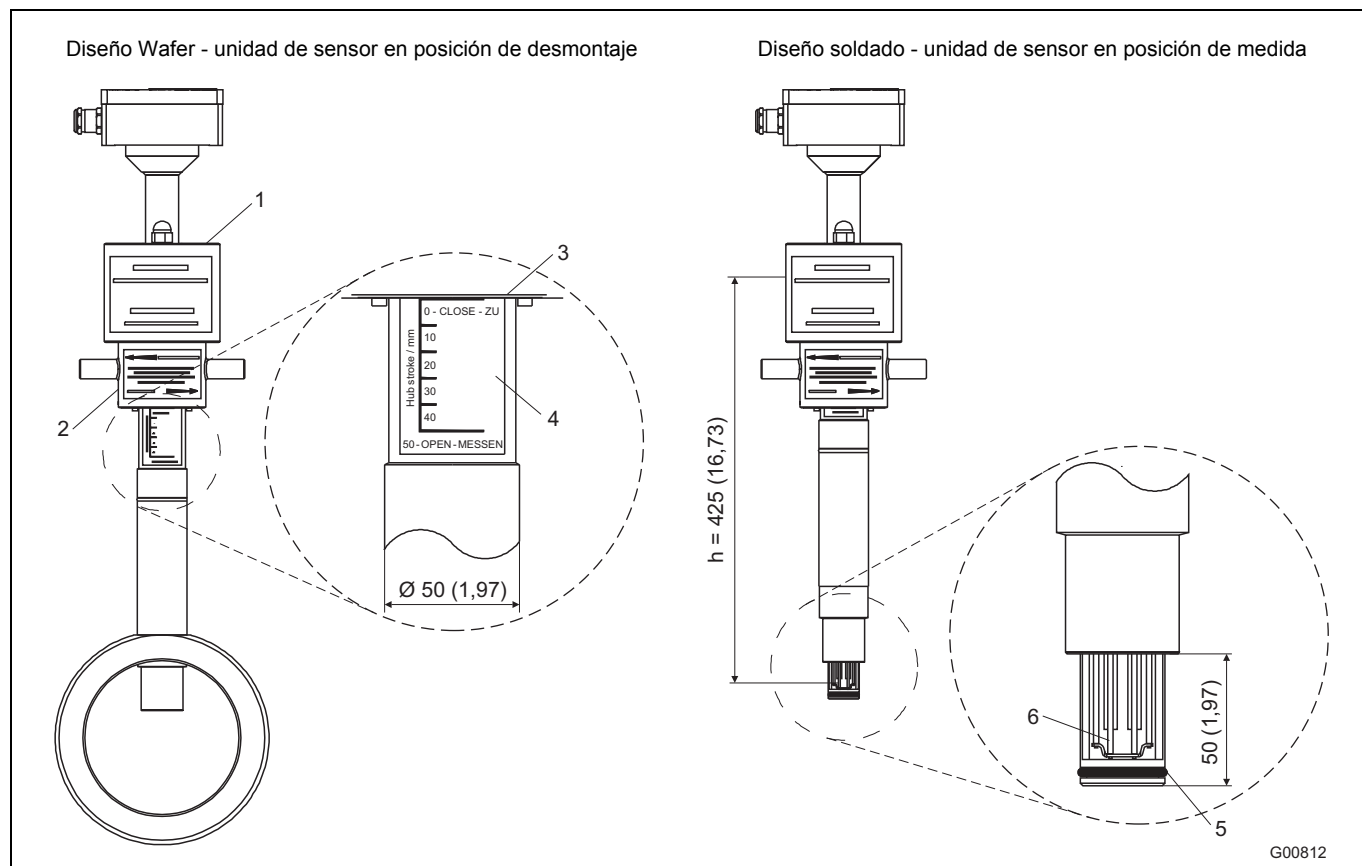
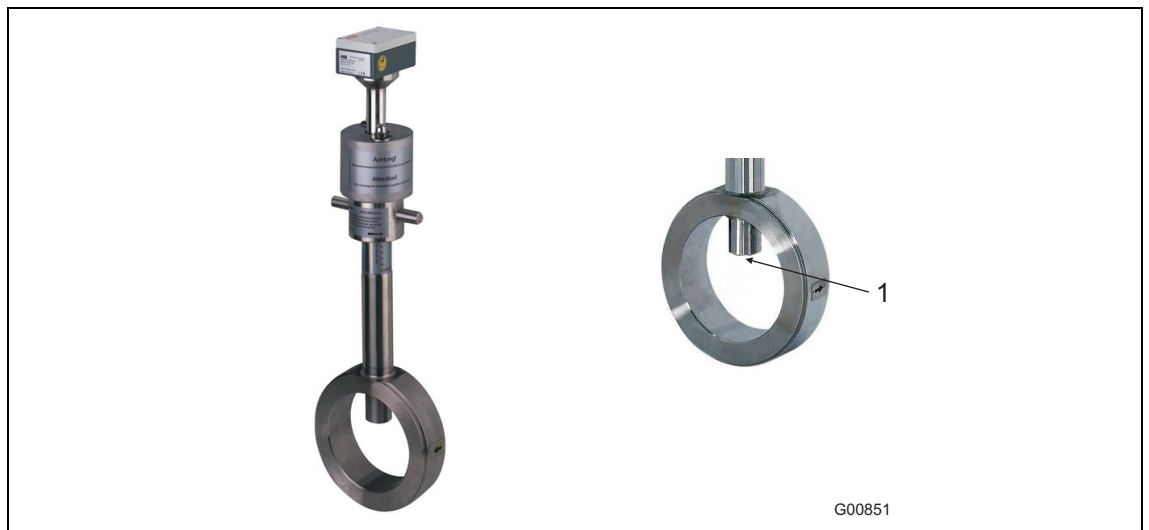
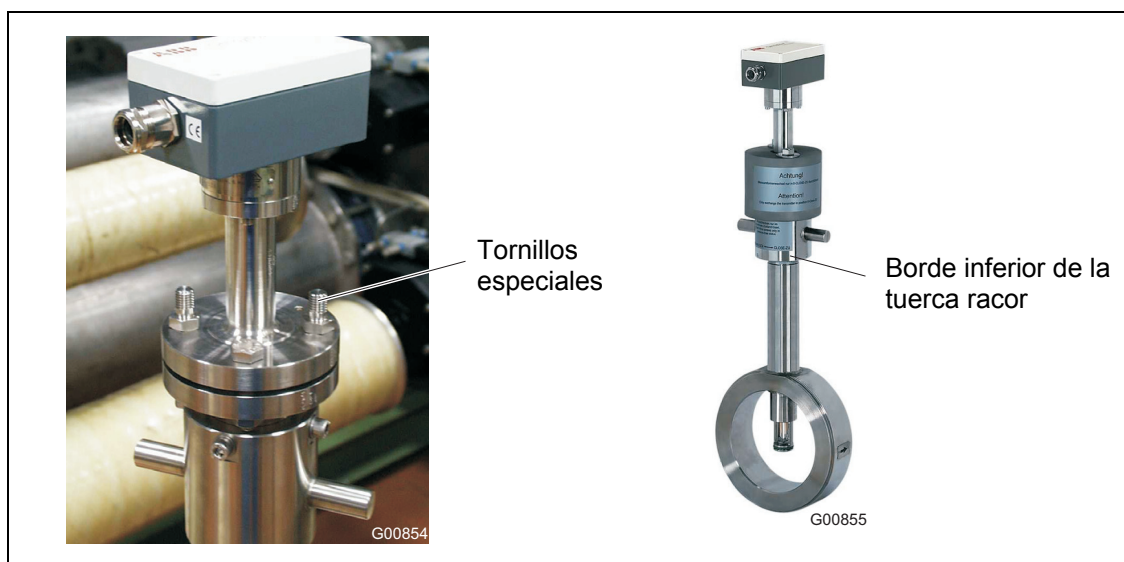

Fig. 6: Medidas en mm (inch)
Fig. 8: Dispositivo de cambio en la posición de desmontaje
Fig. 11: Tornillos especiales para las tapas protectoras
- 1 La longitud del adaptador soldado debe ser igual a L después de haber sido soldado (véase la Fig. 7 y la Fig. 8)
El dispositivo de cambio se ha diseñado para cargas d presión de un máx. de 16 bar abs. Para asegurar que los componentes de las tuberías estándar del tipo 1 se puedan intercambiar entre sí, se ha diseñado el modelo Wafer (Fig. 8) para las bridas DIN DN 50 y DN 80 a un nivel de presión de PN 40. En la versión DN 65 en el nivel de presión PN 16 hay que usar bridas de conexión con 4 agujeros roscados. Las versiones en pulgadas 2 ... 8" se han diseñado para la brida de conexión ASME B16.5 Cl.150. Véase la Fig. 6 para la longitud adecuada del sensor.
La Fig. 8 (imagen izquierda) muestra la versión Wafer instalada del dispositivo de cambio en la posición de desmontaje. El tubo guía se encuentra en la posición final superior y cierra con ello la apertura del Sensyflow (imagen derecha).
- El dispositivo de cambio se tiene que encontrar en la posición de desmontaje (Fig. 8), la abertura del Sensyflow está sellada.
- Inserte y atornille el transmisor en el dispositivo de cambio (2 tornillos M12 y 2 tornillos especiales alargados, que se instalan uno enfrente del otro (Fig. 11).
- Instale las tapas protectoras y fíjelas con las tuercas a los tornillos especiales (Fig. 11).
- Gire el transmisor con la tuerca racor hasta alcanzar la posición de medida (Fig. 11). El canto inferior de la tuerca racor indica la posición del elemento de medición. Sólo cuando se alcanza la posición de medida 50 - OPEN - MESSEN (tope inferior de la tuerca racor) está garantizado que los elementos de medida se encuentren en el centro de la tubería y se puedan medir valores exactos (véase el detalle A en la Fig. 6).
- Gire el dispositivo de cambio con la tuerca racor hasta alcanzar la posición de desmontaje. (Tope superior de la tuerca racor, las letras 0 - CLOSE - ZU deben ser visibles; véase el detalle A en la Fig. 6).